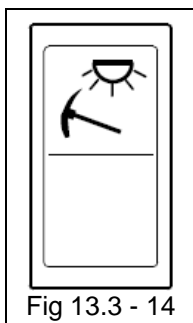

Fig 13.3 - 14
– Se as persianas dos compartimentos não estiverem ambas fechadas, a lâmpada-piloto Iluminação dos compartimentos acenderá (Fig 13.3 - 14).